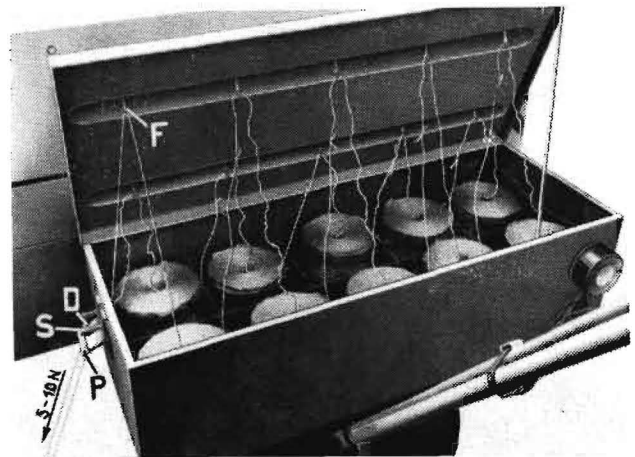

Bild 21
1. durch die Führungsösen (F) am Fadenkastendeckel (Bild 21)
2. durch den Fadenspanner (S) an der Stirnseite des Fadenkastens (Bild 21)
Beim Einfädeln durch den Fadenspanner hebt man die Fadendruckplatte (D) (Bild 21) von der Fadenführungsplatte (P) (Bild 21) und der durch das Führungsloch ankommende Faden wird zwischen beide Teile gezogen und verläßt durch das Führungsloch der Führungsplatte den Spanner.